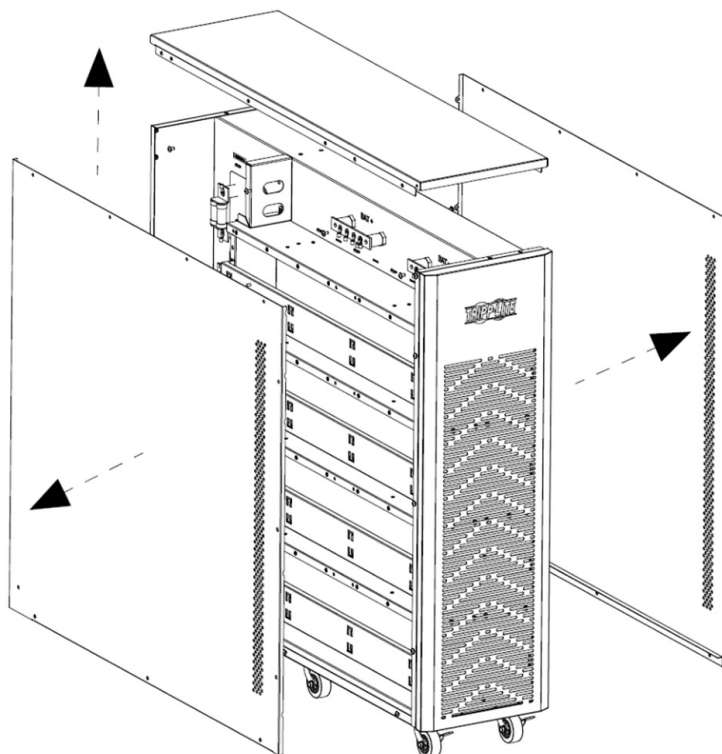

Figura 5-3
2. Retire las placas superior, lado derecho y lado izquierdo (Figura 5-3).